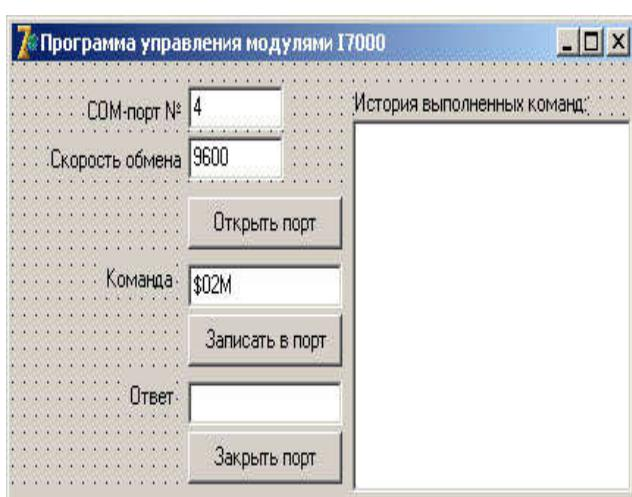

Рис. 68. Экранная форма приложения
2. Измените внешний вид экранной формы приложения (Form1), описанной в модуле «Unit1.pas», так, как показано на рис. 68. Присвойте новые названия компонентам, расположеннымся на форме: «**СОМ-порт №**» - comboBoxNumPort;